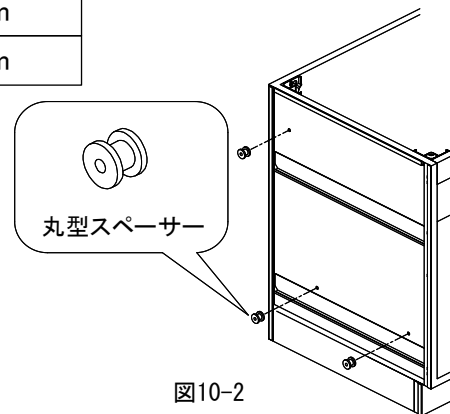

図10-2
(2) 丸型スペーサーの貼付け
- エンドパネル本体を固定するためのキャビネット側板の取付穴に合わせて、丸型スペーサーを貼付けてください。(図10-2)